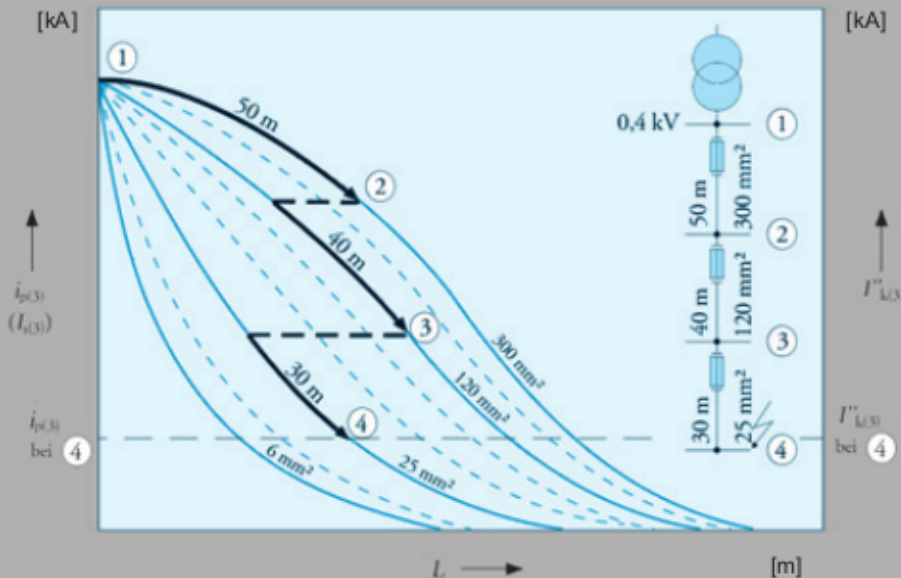

Bild 1. Kurzschlussfestigkeit mit Angaben über Stoßfaktor k
1. Nachweis / Überprüfung der mechanischen und thermischen Kurzschlussfestigkeit nach Bild 1